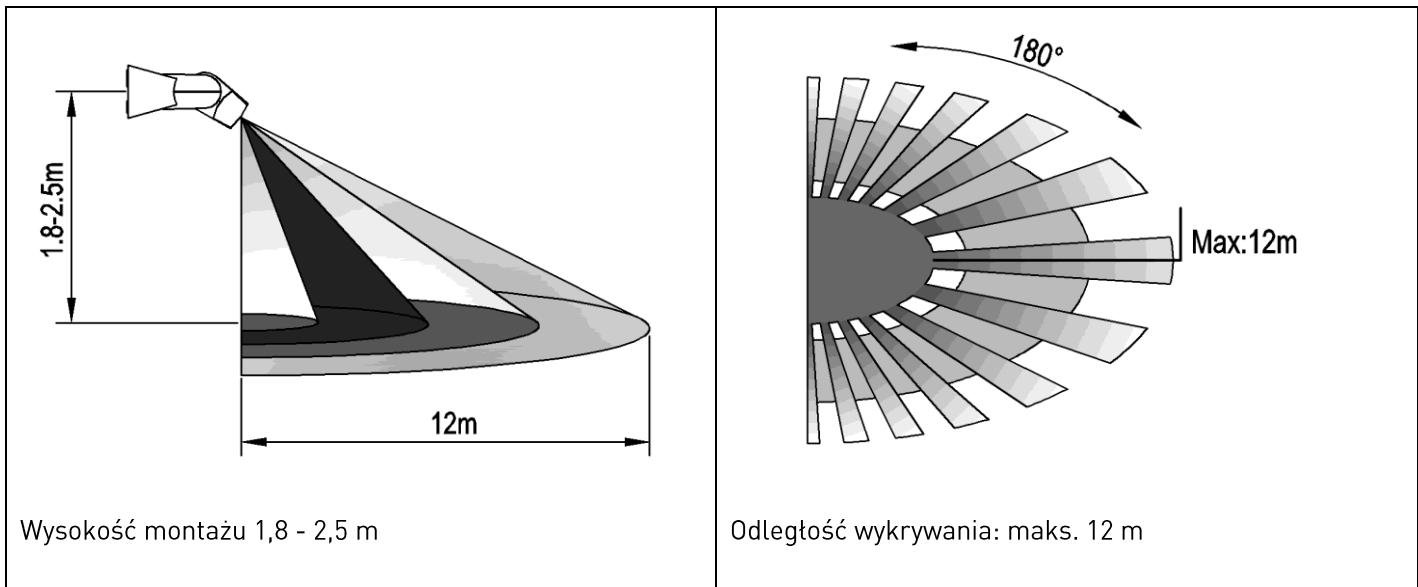

Rysunek 2
- Przymocować dolną osłonę w wybranej pozycji za pomocą wkrętu z kołkiem rozporowym (patrz rysunek 2).